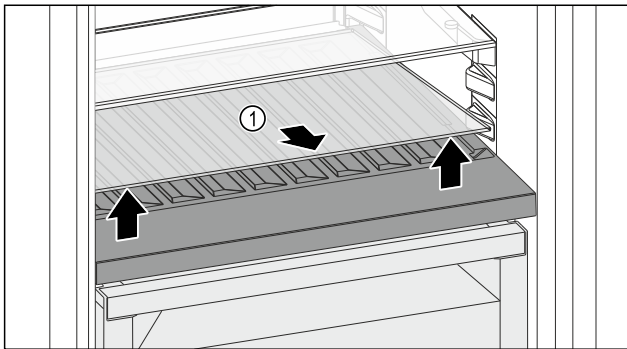

Fig. 102
- ▶ Glasplatte Fig. 102 (1) an der Aussparung vorne anheben und herausnehmen.
- ▶ Glasplatte Fig. 102 (1) außerhalb des Geräts sicher aufbewahren.
- ▶ Glasplatte (2) unter der variablen Flaschenablage einlegen.